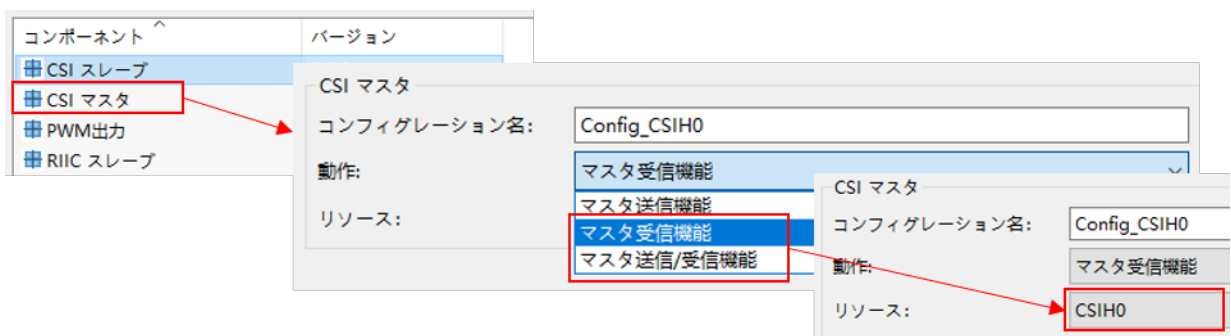

図 2-1 CSI マスタの動作設定 (例 : CSH0)
CSI マスタの動作を「マスタ受信機能」または「マスタ送信／受信機能」にし (図 2-1)、チップセレクト (CS) 信号を使用した場合 (図 2-2)、マスタは初回のデータだけを正しく受信し、2 回目以降は受信に失敗します。